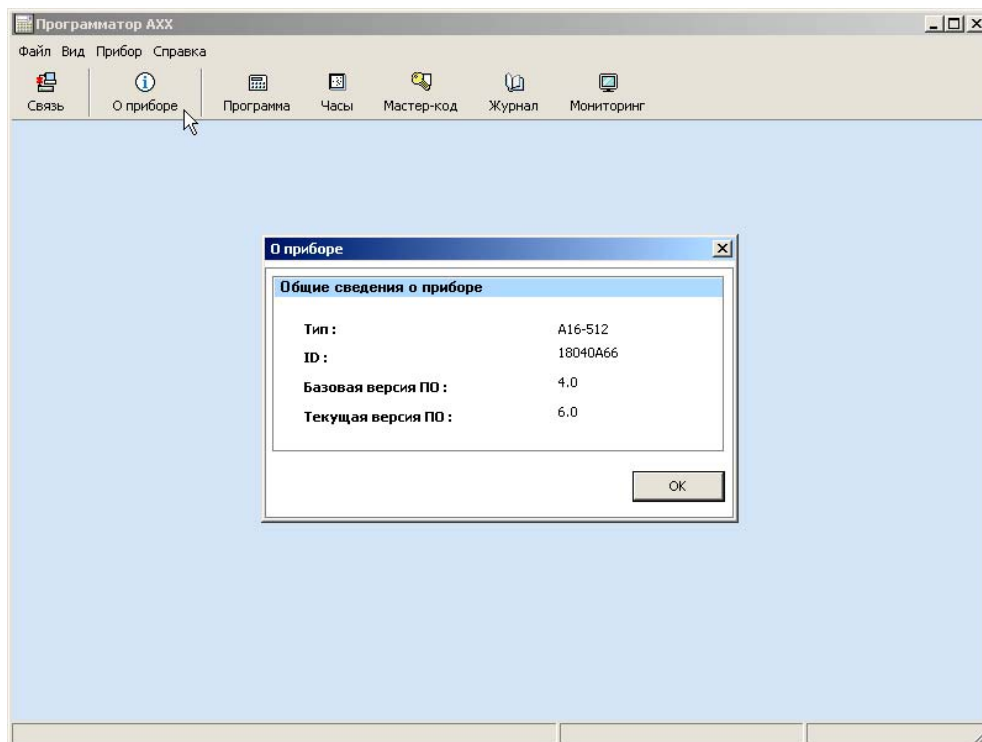

Рисунок 6 – Просмотр общих сведений о программируемом устройстве
2.3.1.2 Сервисная иконка «О приборе». Кликнув на иконку «О приборе» возможен вывод справочной информации о программируемом устройстве, рисунок 6: